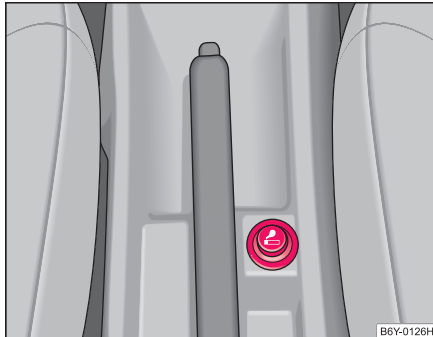

Abb. 67 Mittelkonsole:
- Drücken Sie den Anzünderknopf des Zigarettenanzünders hinein ⇒ Abb. 67.